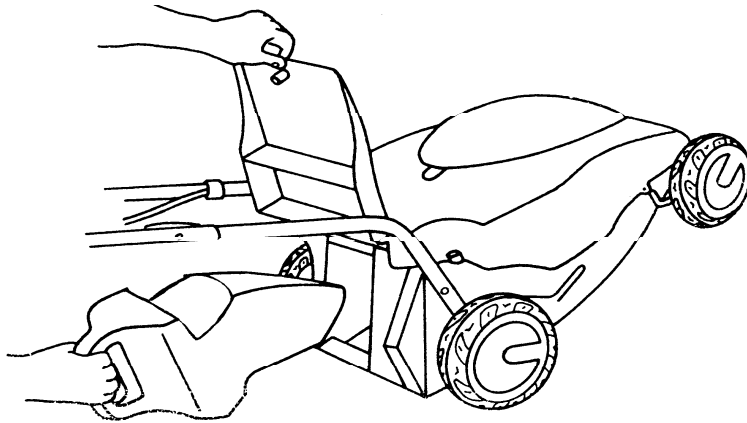

Fig. 14
1. Retirez le collecteur de gazon et installez la goulotte d'éjection (voir fig. 14). Veillez à enfoncer le bloc le plus loin possible jusqu'à ce que l'encoche soit engagée au fond.